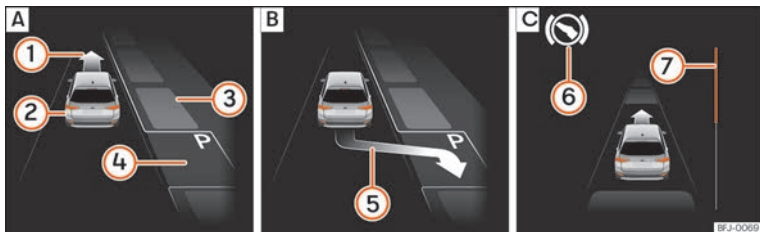
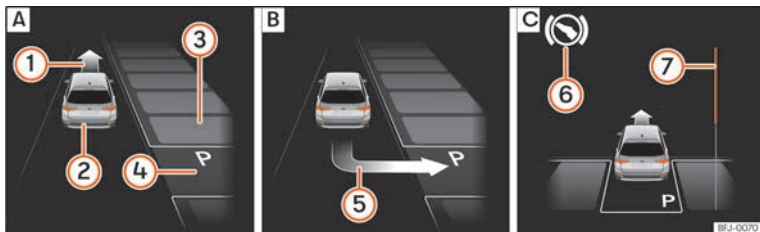

Abb. 284 Am Bildschirm des Kombi-Instruments: längs einparken. **[A]** Parklücke suchen. **[B]** Position zum Einparken. **[C]** Rangieren.
Abb. 285 Am Bildschirm des Kombi-Instruments: quer einparken. **[A]** Parklücke suchen. **[B]** Position zum Einparken. **[C]** Rangieren.
- Schauen Sie auf der Bildschirmanzeige im Kombi-Instrument, ob die Parklücke als „geeignet“ erkannt wurde und ob die korrekte Position zum Einparken »» **Abb. 284 [B]**
oder »» **Abb. 285 [B]** erreicht wurde. Die Parklücke wird als „geeignet“ betrachtet, wenn auf dem Bildschirm des Kombi-Instruments die Anzeige zum Einparken erscheint ⑤.
• Fahren Sie rückwärts, bis das Dauertonsignal des ParkPilot ertönt; **ODER:** fahren Sie zurück, bis auf dem Bildschirm des Kombi-Instruments die Anzeige für Vorwärtsfahren »» Abb. 284 [C] oder »» Abb. 285 [C] erscheint; **ODER:** fahren Sie zurück, bis am Bildschirm des Kombi-Instruments die Meldung **Park Assist beendet** erscheint. Die Fortschrittsanzeige ⑦ zeigt den zurückzulegenden Abstand an »» Seite 333.
• Fahren Sie vorwärts, bis das Dauertonsignal des ParkPilot ertönt; **ODER:** fahren Sie vorwärts, bis am Bildschirm des Kombi-Instruments die Anzeige zur Rückwärtsfahrt erscheint. Der Parklenkassistent lenkt das Fahrzeug vorwärts und rückwärts bis es in der Parklücke zentriert ist »» Abb. 284 [C] oder »» Abb. 285 [C].
»» Abb. 284 ⑦ und »» Abb. 285 ⑦ am Bildschirm des Kombi-Instruments zeigt symbolisch die noch zu fahrende relative Fahrstrecke an. Je länger die Distanz ist, desto größer ist der Füllstand des Fortschrittsbalkens. Bei Vorwärtsfahrt nimmt die Füllung des Fortschrittsbalkens nach oben ab und bei Rückwärtsfahrt nimmt die Füllung des Fortschrittsbalkens nach unten ab.